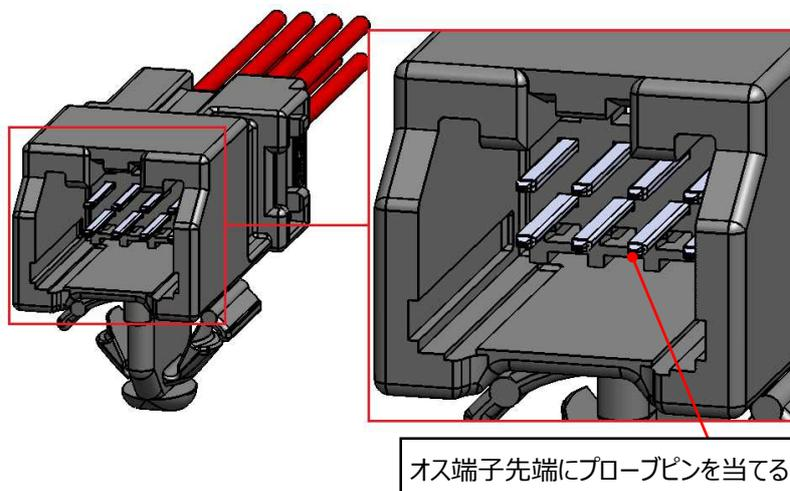

図 50 オス端子導通検査接点
- ①オスコネクタの導通検査を行う時は、オス端子先端に 0.5N 以下の荷重でプローブピンを当てて検査を行って下さい。(図 50 参照)0.5N 以上の荷重を加えた場合、オス端子が変形する場合があります。
- ②オス端子に変形や傷が見られた場合は、使用せず、新品と交換して下さい。